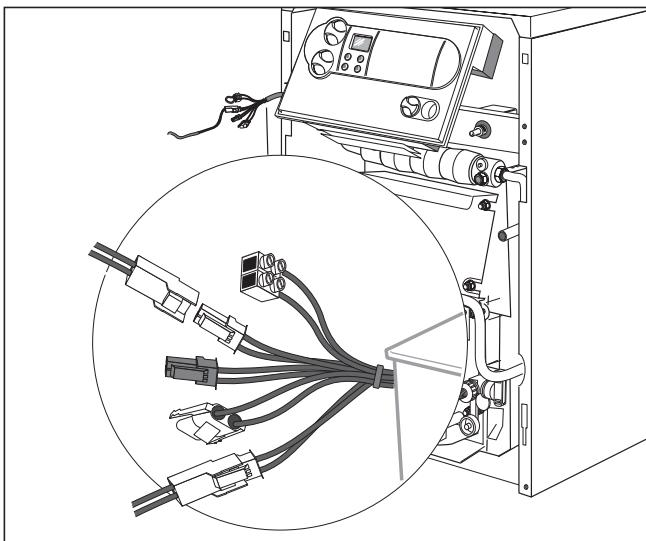

Рис. 4.6 Подключение датчиков
- Подключите бесштепсельные контакты предохранительного устройства по недостатку воды к штекеру "прикладываемый термостат" системы Pro E, а контакты дымовой заслонки (принадлежность) к дополнительному блоку (расположение клемм представлено на рис. 4.6).